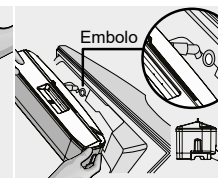

Figura 42
- Presione el lado izquierdo (ver figura 42A) del tanque con suficiente fuerza hasta que encaje perfectamente, luego presione el lado derecho (ver figura 42B) del tanque y verifique que quede bien instalado (figura 42).